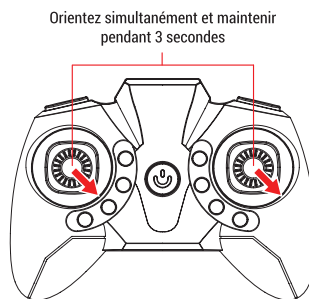

Figure 2: Calibration
4. Après avoir ôté la vis, veuillez tirer l'hélice endommagée vers le haut pour l'extraire du rotor (Figure 2).
- 4. Calibration:** Veuillez calibrer le drone avant chaque utilisation, en maintenant simultanément les deux joysticks en diagonale vers le bas et la droite (Figure 2). La radiocommande émet un signal sonore (bip) et les témoins lumineux du drone clignotent pendant toute la durée de la calibration (environ 2-3 secondes). Veuillez également recalibrer le drone après chaque crash.